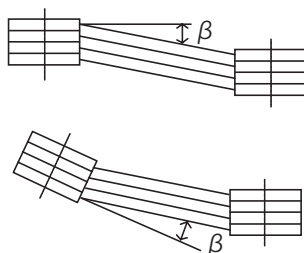

図 5-3
- ・両プーリ間の平行度、偏心度  $\beta$  は  $20'$  (20 分) 以内としてください。(図 5-3 参照)